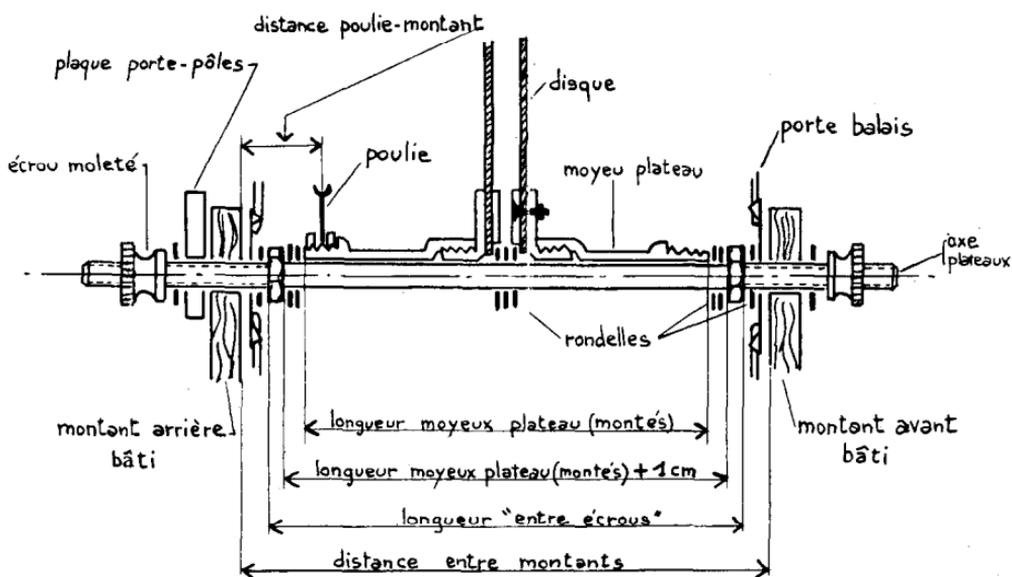

Fig. 17. — Montage axe plateaux.
* Plusieurs rondelles de fer ou de laiton, \varnothing intérieur 6 mm, serviront d'une part à permettre aux plateaux une rotation sans que les disques (ou les rondelles de fer) ne frottent entre eux, d'autre part à rattraper le jeu en bout d'arbre (fig. 17).